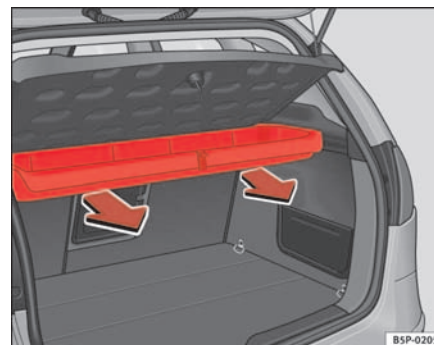

Fig. 121 Desmontagem da caixa porta-objectos
- Puxe até desencaixar a caixa dos eixos de rotação. ⇒ fig. 121